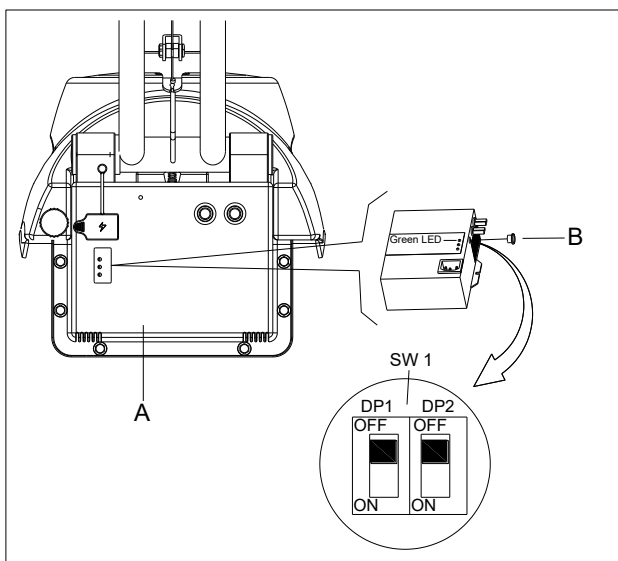

Figura 4.1
1. Desligue a máquina e desmonte a tampa (A como na Figura 4.1) da máquina. Remova a tampa preta redonda situada na parte frontal do carregador (B como na figura 4.1) e vai encontrar 1 conjuntos de interruptores dip (SW1) no carregador.